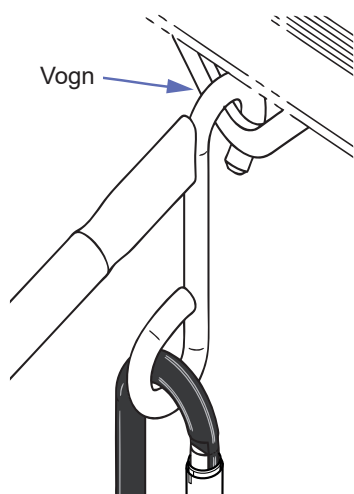

Fig. 6
3. Sett kroken på Reacher inn i hullet på løpevognen. Se Fig. 6